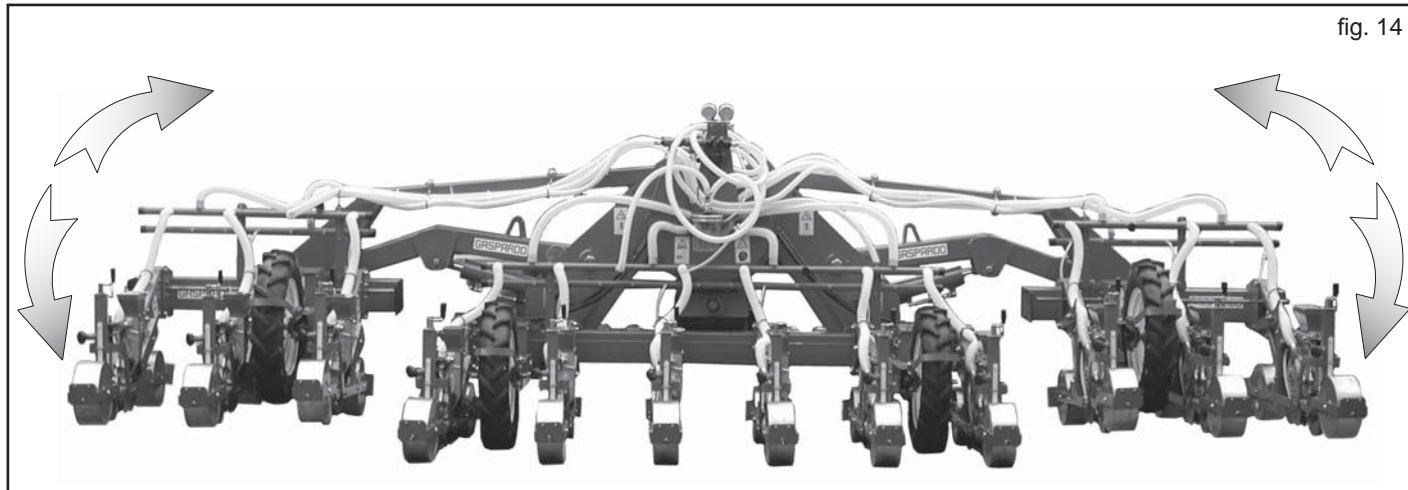

fig. 14
Le châssis de la machine permet de replier, grâce à un système oléohydraulique, les extrémités latérales (Fig. 14) sur lesquelles sont installés les éléments de semis, réduisant ainsi l'encombrement sur route. Les parties à repli oléodynamique du semoir sont flottantes et permettent de travailler sur des terrains qui ne sont pas parfaitement plats. Les parties latérales du châssis peuvent, en effet, descendre par rapport à la partie centrale d'environ 7 centimètres (Fig. 14). Elles sont actionnées par des cylindres oléodynamiques à double effet indépendants. Pour régler la vitesse de montée et descente des châssis latéraux, régler la vanne située sur chaque tube oléodynamique de refoulement, comme on l'indique au chapitre 3.1. (Fig. 10).
- 6) Actionner l'installation oléodynamique pour ouvrir le châssis (Fig. 14), en maintenant le semoir soulevé au-dessus du sol.